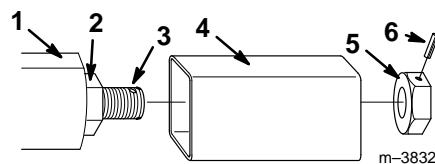

Abbildung 6
8. Das Ende des Auslegers so in das Einstellgehäuse schieben, daß die Einstellschraube durch die kleine Öffnung in der Rückseite des Einstellgehäuses kommt (Abb. 6).
9. Von der Rückseite des Einstellgehäuses aus die Einstellmutter auf die Einstellschraube drehen, bis sie mit dem Ende der Schraube bündig ist und die Markierung, die in Schritt 5 vorgenommen wurde, in einer Linie liegt (Abb. 6).
10. Den Zylinderstift in der Einstellmutter anbringen (Abb. 6).